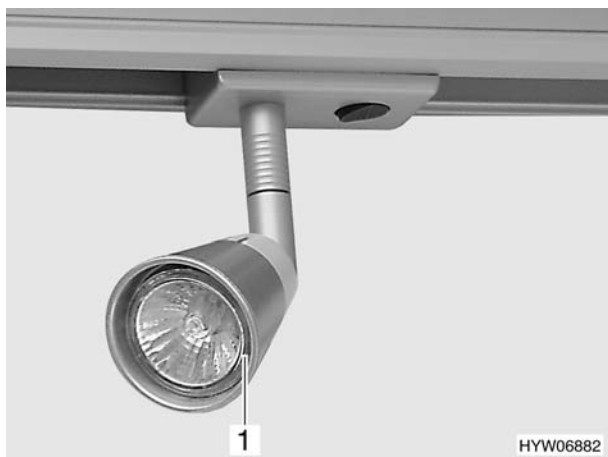

Fig. 205 Faretto (variante 2)
- Afferrare il bordo dello faretto (Fig. 205,1) e tirarlo in avanti.